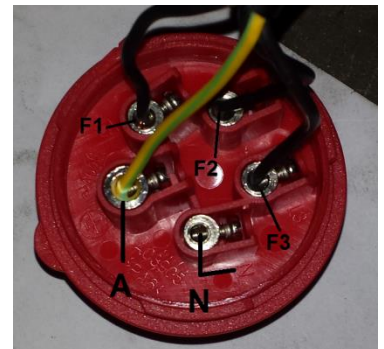

Fig. 1
1. De voedingskabel van de machine bestaat uit vier draden: 1 aardedraad (geel met groen) en 3 fase draden (zwart). De aardedraad dient op de aardeaansluiting van de stekker (A, fig.1) te worden aangesloten en de 3 zwarte draden dienen te worden aangesloten op de eerste 3 fasepolen van de stekker (F1, F2 en F3, fig.1). **LET OP! Deze machine maakt geen gebruik van de 0-aansluiting (N, fig. 1).**